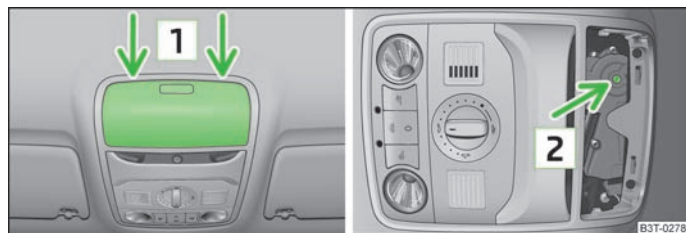

Abb. 28 Ausschnitt des Dachhimmels / Schlüsselansatzpunkt
Bei defekter Anlage kann das Schiebe-/Ausstelldach von Hand geschlossen bzw. geöffnet werden. Die Notbetätigung des Schiebedachs befindet sich unter dem Brillenfach **1** » Abb. 28.
- Einen etwa 5 mm breiten Schraubendreher vorsichtig in den Schlitz an den mit Pfeilen gekennzeichneten Stellen **1** » Abb. 28 einsetzen.
- Einen Innensechskantschlüssel, SW 4, bis zum Anschlag in die Öffnung **2** stecken » Abb. 28 und das Schiebe-/Ausstelldach schließen bzw. öffnen.